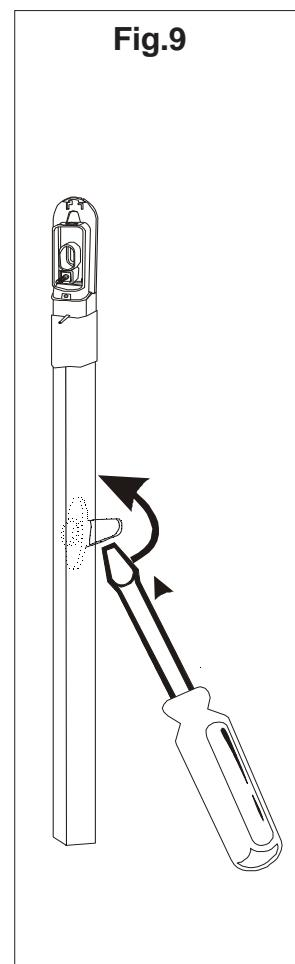

Fig.9
- Pousser avec un tourne-vis les ailettes des blocs intermédiaires en les faisant tourner (fig. 9).